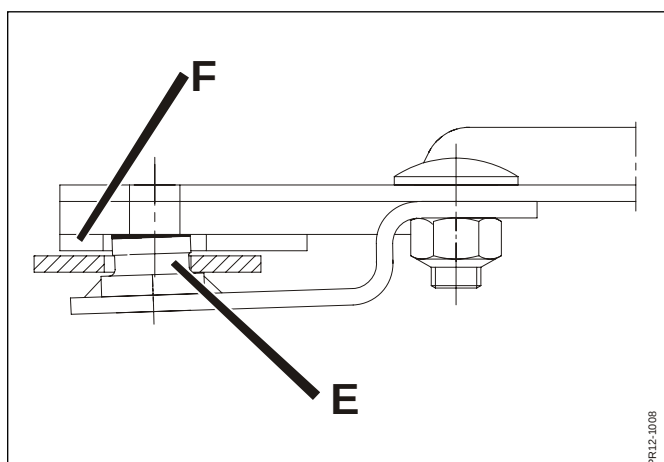

Fig. 5-21
- Fig. 5-21** - Det inte finns föroreningar mellan knivtappens och tallrikens anliggningsytor och det säkerställs att knivhållarens tapp **E** har en korrekt anliggning mot underkanten av tallriken **F**.